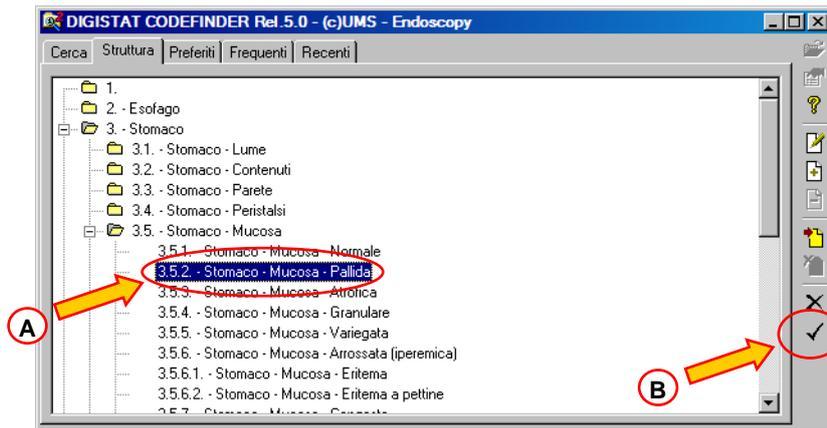

Fig 63 - Struttura: codice selezionato
Il codice selezionato è evidenziato in blu (Fig 63 A).
3. Cliccare il pulsante  per inserire il codice nel campo di riferimento (Fig 63 B).
La Fig 63, ad esempio, mostra una possibile navigazione all'interno della struttura dei codici ove si sia scelto di aprire la cartella "Stomaco", poi all'interno di essa si sia aperto la sotto-cartella "Stomaco - Mucosa" e si sia infine selezionato il codice "3.5.2 - Stomaco - Mucosa - Pallida" (Fig 63 A).